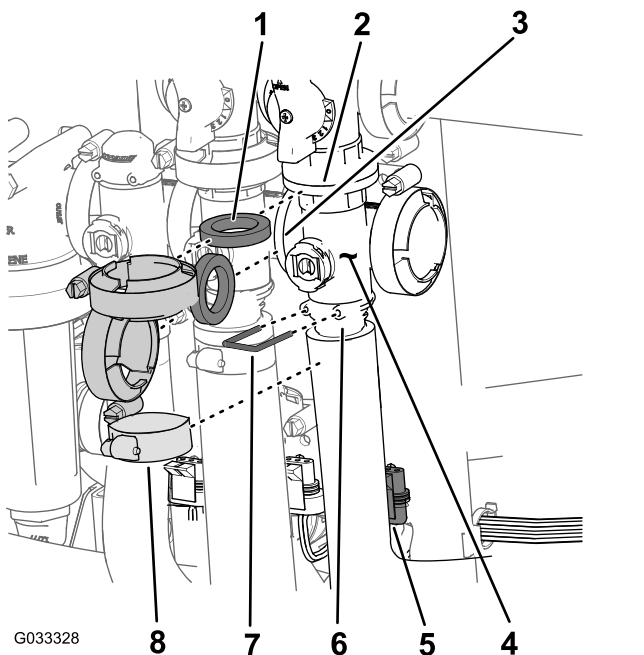

图 72
1. 拆下将主喷洒臂段阀歧管图 72 固定至主喷洒臂段旁通阀、搅拌阀和主喷洒臂段歧管阀在流量计的软管末端的夹具和垫片。
- 拆下将出口接头固定至主喷洒臂段歧管的卡环 **图 72**。